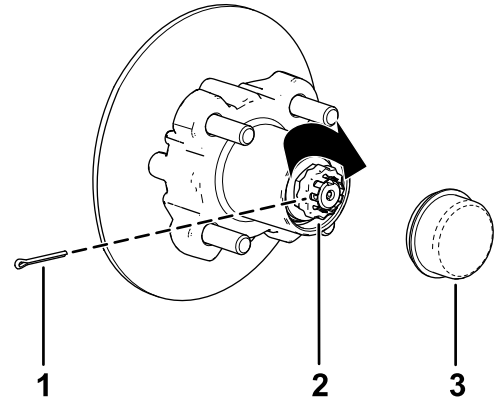

Figure 35
8. Placez l'arrêt d'écrou sur l'écrou et vérifiez que la fente dans l'arrêt et le trou dans la fusée sont alignés afin de pouvoir insérer la goupille fendue (Figure 35).
9. Insérez la goupille fendue et repliez chacune de ses pattes autour de l'arrêt d'écrou (Figure 35).
10. Reposez le couvere-moyeu sur le moyeu (Figure 35).